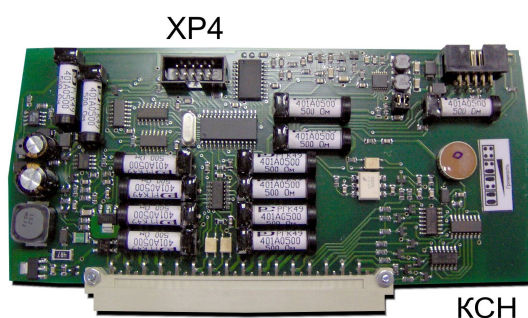

Рисунок 18 - Внешний вид КСН и разъема ХР4
4) Подключить кабель связи к разъему ХР4 КСН (рисунок 18).